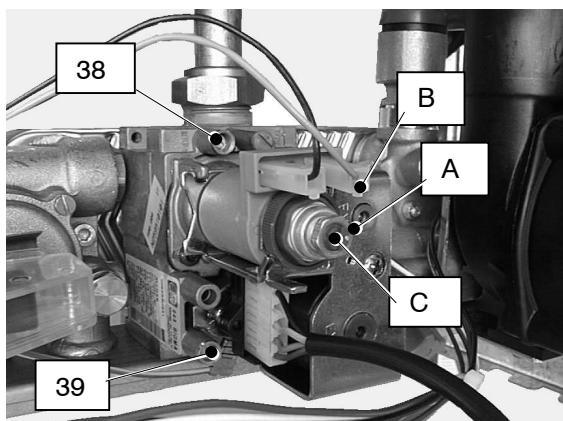

Fig. 6-4
- 2 Open the gas valve inlet pressure test point (39 in Fig. 6-4) at the valve input, connect a suitable pressure gauge, check the gas pressure of the supply network and compare the value on the gauge with the value indicated in the sections 4.4, 4.5 or 4.6(gas supply pressures).
- 4 Loosen the internal screw 38 (Fig. 6-4) on the Outlet Pressure Test Point of the Gas Valve and connect a pressure gauge using a suitable hose.
- 8 To adjust the pressure rotate the maximum gas pressure adjustment (A in Fig. 6-4) until you obtain the required pressure (by rotating clockwise the pressure increases).
- 10 Disconnect the gas modulator coil by removing the electrical connector B (Fig. 6-4)
- 12 Check the minimum gas pressure and compare the value on the gauge with the value indicated in the sections 4.4, 4.5 e 4.6(gas pressures at the burner), accordingly with the model of boiler installed. To adjust the pressure rotate the minimum gas pressure adjustment (C in Fig. 6-4) until you obtain the required pressure (by rotating clockwise the pressure increases).
- 2 Откройте клапан для проверки давления газа (39 на рис. 6.4), подключите соответствующий измерительный прибор, измерьте давление газа в сети и сравните его показания со значением, указанным в разделе 4.5, 4.6 или 4.7 (давление газа в сети).
- 4 Ослабьте внутренние болты 38 (рис.6.4) на выходной контрольной точке газового клапана и подсоедините датчик давления, используя подходящий шланг.
- 8 Чтобы увеличить давление, поверните регулировку максимального давления газа (А на рис. 6.4) до тех пор, пока Вы не получите необходимое давление (при вращении по направлению часовой стрелки, давление возрастает)
- 10 Отключите модулирующую газовую катушку, отсоединив электрический контакт В (рис.6.4).
- 12 Проверьте минимальное давление газа и сравните его значение со значениями, указанными в разделах 4.5, 4.6 и 4.7 (давление газа на горелке), в соответствии с установленной моделью котла. Чтобы увеличить давление, поворачивайте регулятор минимального давления газа (С на рис.6.4) до тех пор, пока не получите необходимые показатели (при вращении по направлению часовой стрелки, давление возрастает)